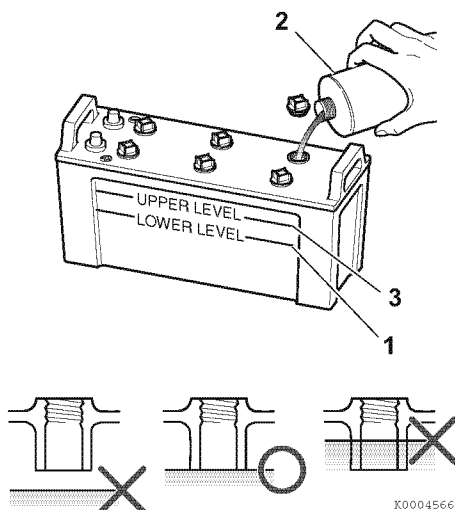

Figura 5
1. Non azionare il motore se il livello del fluido della batteria è scarso, la batteria subirebbe danni irreversibili. Controllare periodicamente il livello del fluido. Se la quantità risulta inferiore al livello minimo (1, **Figura 5**), rabboccare con acqua distillata (2, **Figura 5**) (reperibile sul mercato) fino al limite massimo (3, **Figura 5**) contrassegnato sulla batteria (se la temperatura è elevata, soprattutto in estate, il fluido della batteria tende ad evaporare. In queste condizioni controllare il livello ad intervalli inferiori rispetto a quanto prescritto).